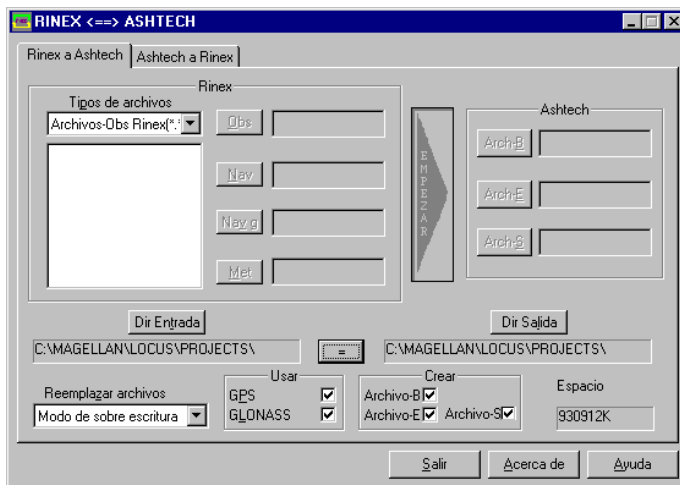

Figura B.1. Cuadro de Diálogo RINEX-a-Ashtech
2. La ventana **RINEX a Ashtech** se abre (Figura B.1).